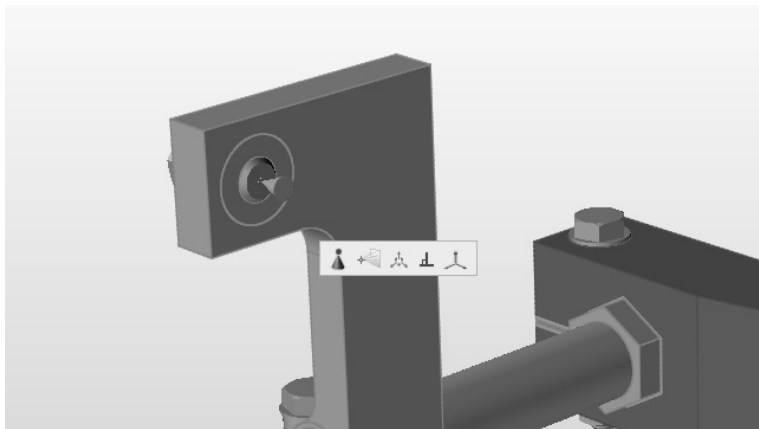

图 12-7
5) 在该螺栓背面放置一个固定约束, 如图 12-7 所示。这将模拟托架以螺栓方式固定到地面或其他零件上的情况。